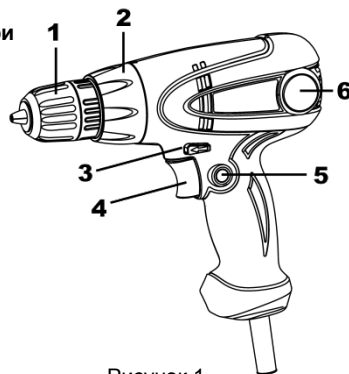

Рисунок 1
4.1 Встановіть необхідний крутний момент за допомогою кільця регулятора моменту затягування (2) (див. рисунок 1).
4.3 Для ввімкнення виробу натисніть на курок вимикача (4) (рисунок 1). Для відключення виробу слід курок відпустити. Регулювання швидкості обертання патрона здійснюється ступенем натискання на клавішу вимикача.